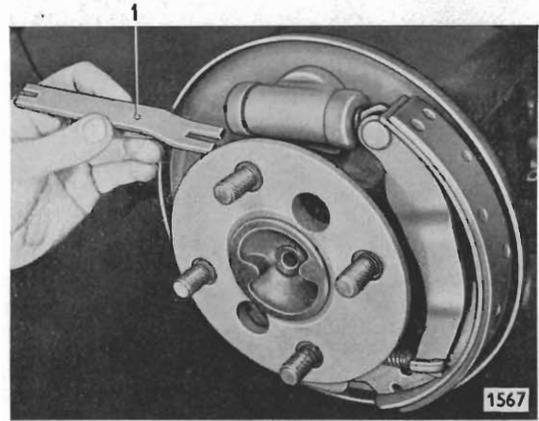

Bild 21 - Druckstange in Bremsseilhebel einsetzen
2. Druckstange (21/1), wie Bild 21 zeigt, in Bremsseilhebel einsetzen. Anschließend vordere Bremsbacke wie Backe an der Vorderradbremse einbauen.